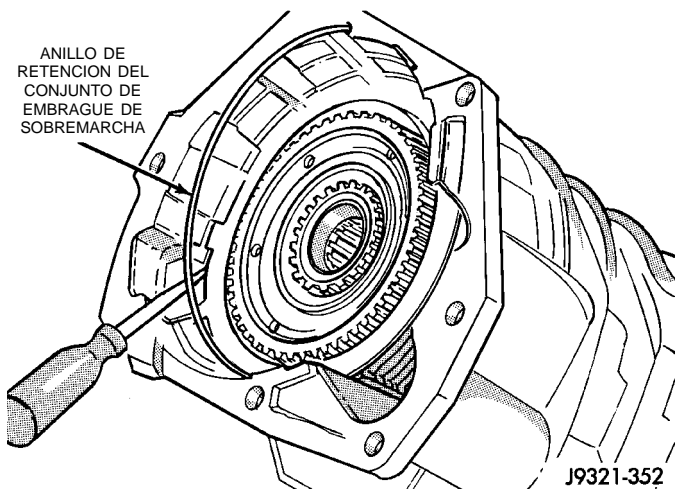

Fig. 202 Desmontaje del anillo de retención del conjunto de embrague de sobremarcha
- (1) Retire el anillo de retención del mazo del conjunto de embrague de sobremarcha (Fig. 202).